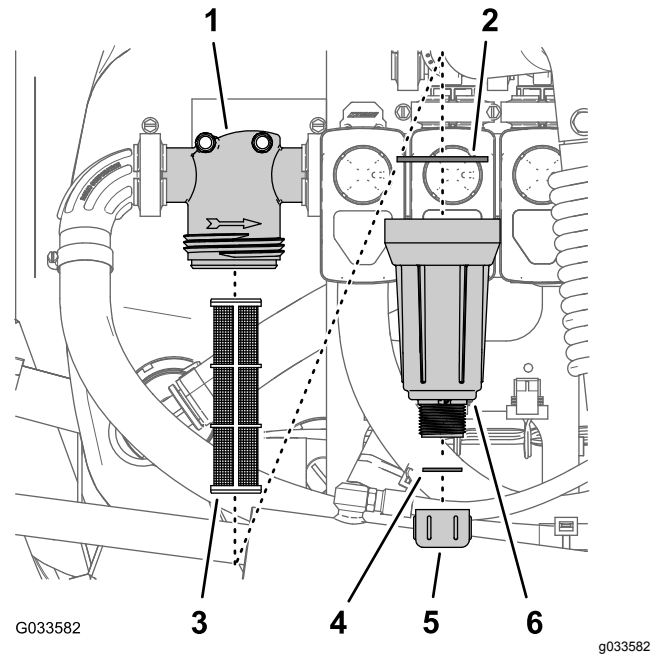

図 106
2. 圧力フィルタの下に受け容器をおく 図 106。
3. 圧力フィルタのボウルについているドレンキャップを左に回して外す 図 106。
4. ボウルを左に回してフィルタヘッドを外す 図 106。
5. 古い圧力フィルタエレメントを外す 図 106。
6. ドレンプラグのガasketボウルの内側とボウルのガasketフィルタヘッドの内側に傷や破損がないか点検する 図 106。
7. 新しい圧力フィルタエレメントをフィルタヘッドに取り付ける 図 106。
8. フィルタヘッドにボウルを取り付けて手締めする 図 106。
9. ボウルの底部のフィッティングにドレンキャップを取り付けてキャップを手締めする 図 106。